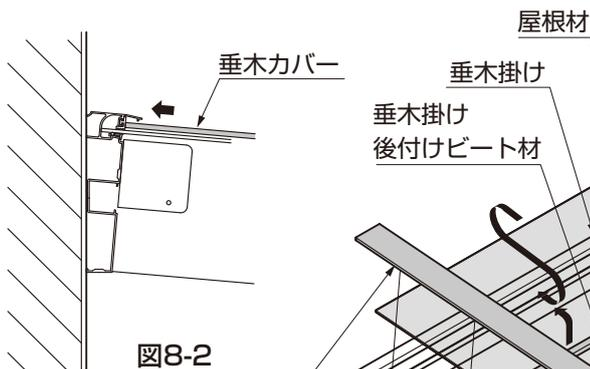

図8-2
- 垂木カバーは垂木掛けに突き当てて、取付けてください。（図8-2参照）